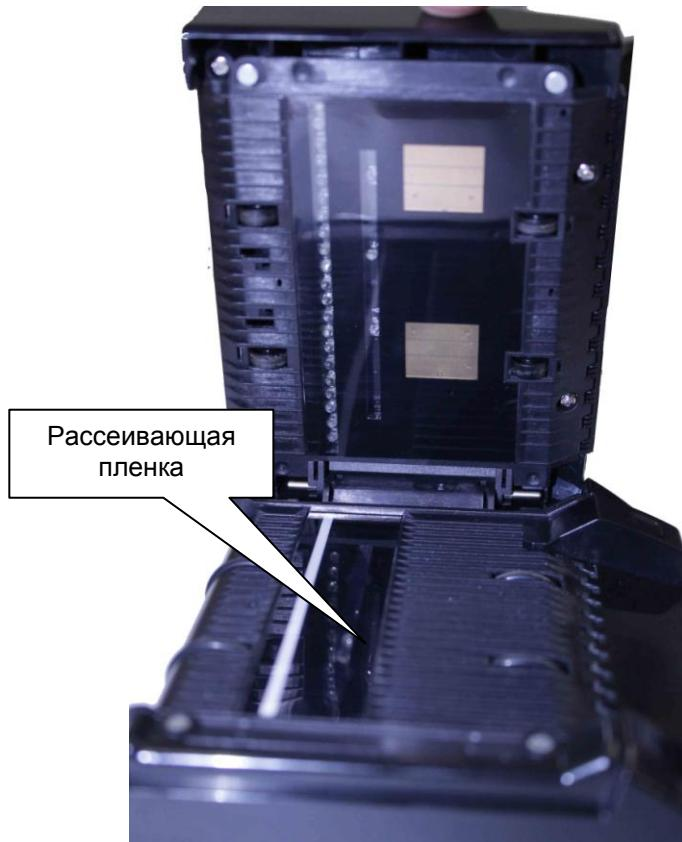

Рисунок 10.31
**9.15.1** Если рассеивающая пленка (см. рис.10.31) имеет повреждения (царапины и т.п.), загрязнения ( пятна и т.п.) или отклеивание, то такую пленку необходимо заменить.